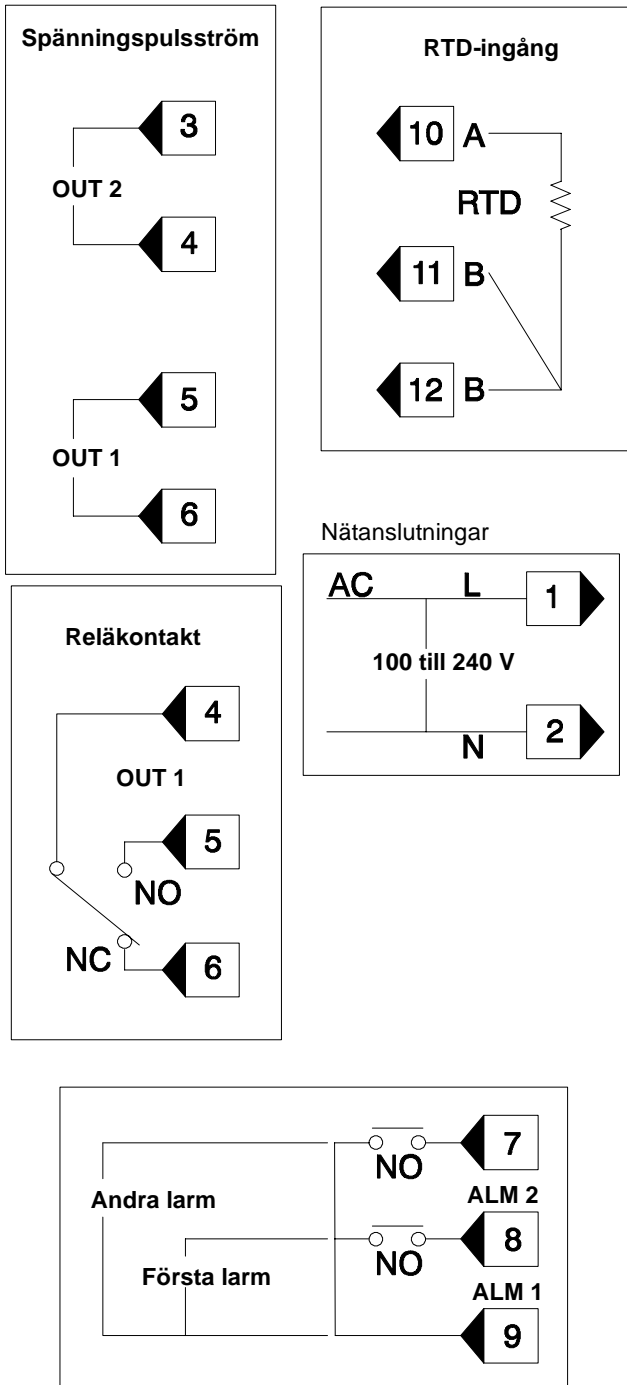

Fig. 14
4. Koppla in ledningarna på anslutningarna på CB100-regulatorn (Fig. 14). Dra inte åt skruvarna för hårt.